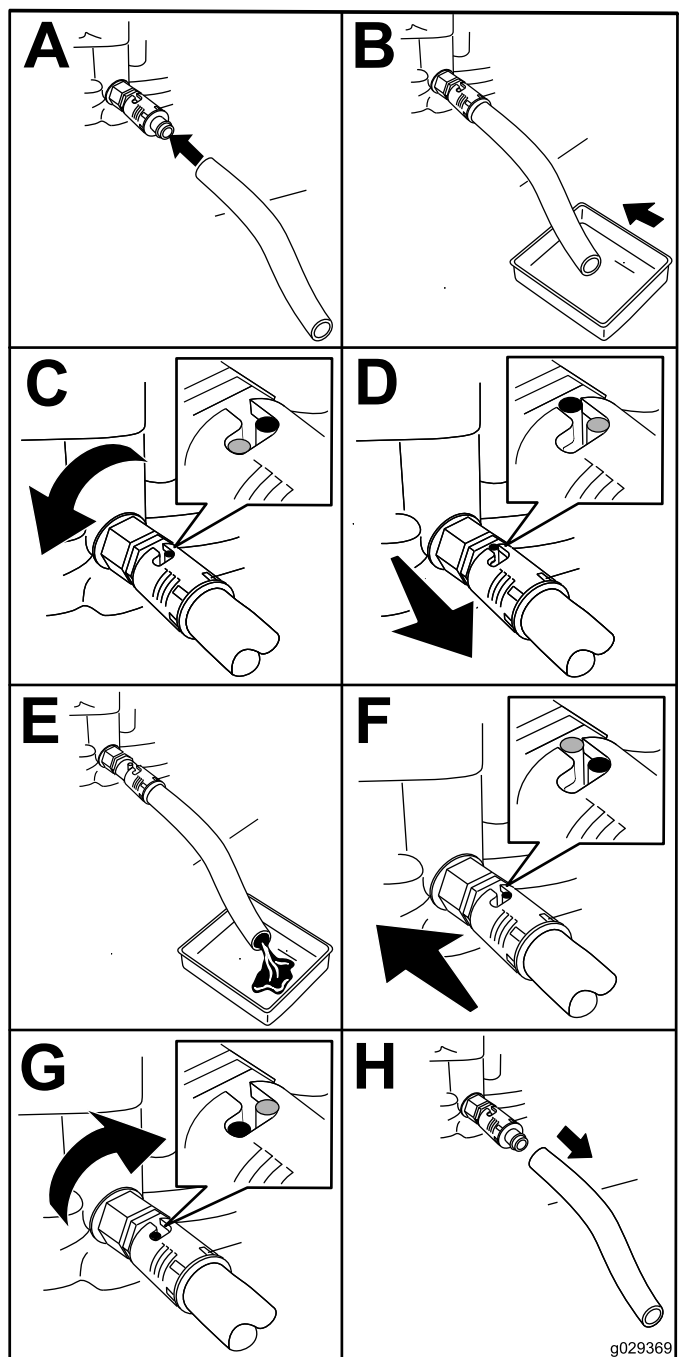

図 30
1. ドレンバルブに、ドレンホースを接続する **図 30**。
2. 容量 1 リットル程度の廃油受けの中にホースの端 **図 30**を入れる。
3. ドレンバルブを左に 1/4 回転させ、エンジンオイルが完全に抜けるのを待つ **図 30**。
4. ドレンバルブを右に 1/4 回転させてバルブを閉じる **図 30**。
5. ドレンホース **図 30**を外し、こぼれたオイルをふき取る。